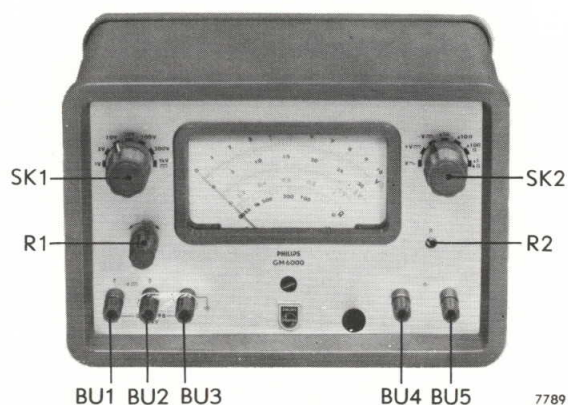

Fig. 1. Vooraanzicht
1. Controleer of de meterwijzer op nul staat, eventueel bijstellen met de zwarte schroef op de voorzijde van het apparaat (mechanische nulinstelling, zie fig. 1).
Voor de functies van knoppen en aansluitbussen, zie fig. 1 en 2, blz. 9.